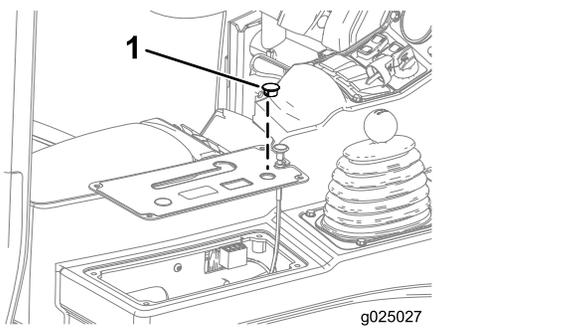

Figura 15
4. Rimuovete la spina rotonda anteriore dalla copertura del quadro di comando (Figura 15).